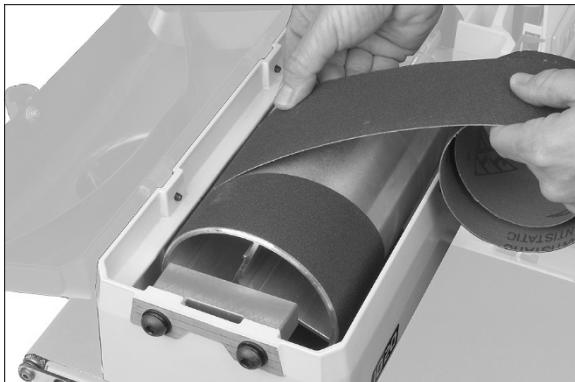

Figure 6-5
5. Continuez à enrouler l'abrasif en spirale en tournant le cylindre avec une main et en guidant la bande avec l'autre. Voir la Figure 6-5.